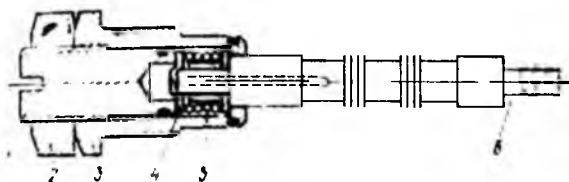

Рис. 30. Устранение свободного хода золотника гидрораспределителя:
**Проверка свободного хода золотника гидрораспределителя.** Вынимают золотник из корпуса, как указано в § 11 главы 3. Удерживая стакан 3 (рис. 30), рукой перемещают золотник 6 в обе стороны в осевом направлении. При наличии свободного хода регулируют центрирующий механизм. Для этого ослабляют гайку 2 и заворачивают винт 1 до начала соприкосновения с шайбой 4 (при этом свободного хода не будет). При дальнейшем заворачивании винт будет сжимать пружину 5, в результате чего свободный ход золотника относительно стакана появится снова. После регулирования закручивают гайку 2, проверяют отсутствие